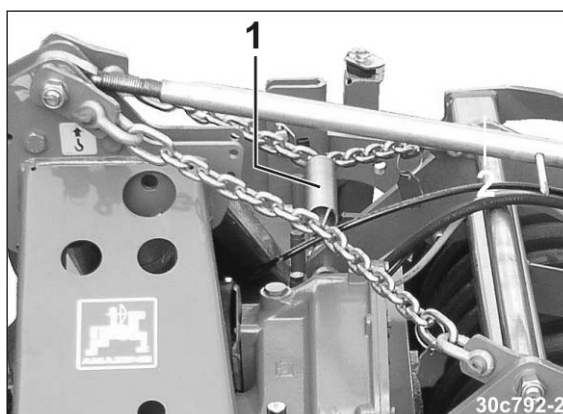

Рис. 45
6. Подвесьте натяжную пружину (Рис. 45/1)